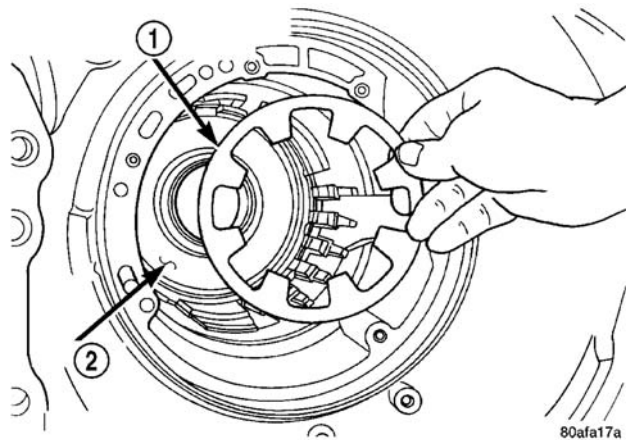

图 77 低/倒档活塞回位弹簧
(59) 拆下低/倒档弹簧压缩器和低倒档活塞回位弹簧（图 77）。